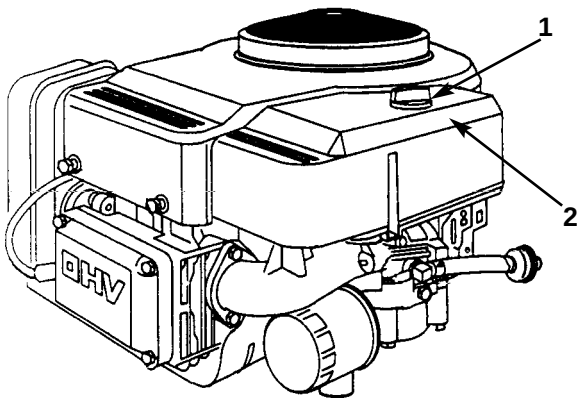

Fig. 27
3. Rengør omkring luftfilteret for at undgå, at der kommer snavs ned i motoren og forvolder skade. Løsn knappen og fjern luftfilterdækslet (fig. 27).
3. Sæt luftfilterdækslet og knappen (fig. 27) på. Stram knappen godt.